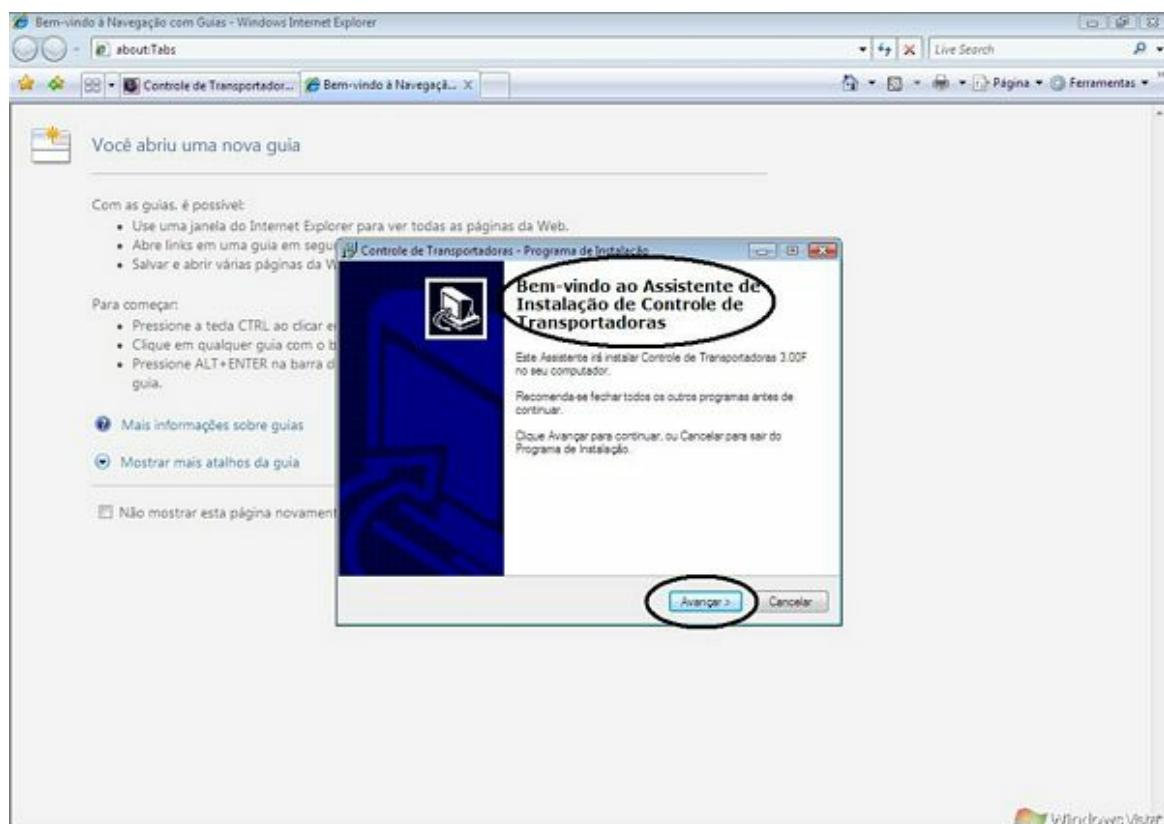

Fig. 05
- Após clicarmos em "Executar", começará a instalação do Software (como mostra a Fig. 05):